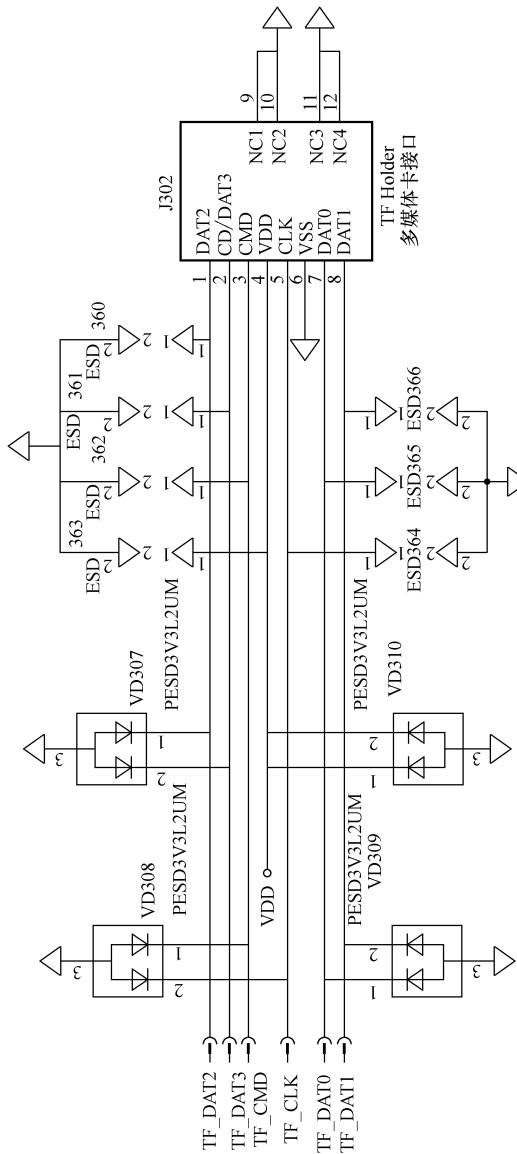

图 4-36 TF 卡的电路结构原理图
1) TF 卡的电路结构。如图 4-36 所示，为 TF 卡的电路结构原理图。
① 英文符号的含义。下面我们将对图 4-36 中重要的英文符号作一简要的了解。
② 电路中的元器件。下面我们将对图 4-36 中关键的元器件作一简单的了解。
图 4-36 中数据线是双向的，它们都是连接到手机的 CPU。当我们向多媒体卡传输资料时，这些信号就是从 CPU 发出到存储卡的，比如向多媒体卡存储 MP3 歌曲；反过来，如果我们播放 MP3 时，就是将多媒体卡中的歌曲信息通过数据线传送到手机的 CPU，通过手机内部的音频放大器放大送到手机扬声器发出声音，完成多媒体卡的写入和读出信息的操作。